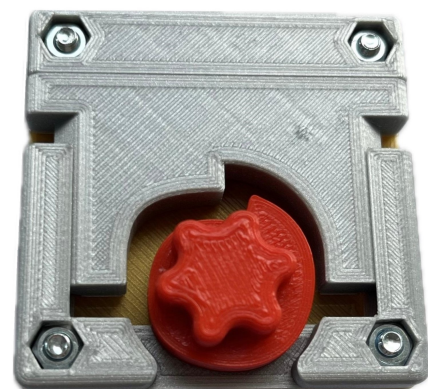

Abb. 12: Fertiger Gitterhalter
- (9) Setzen Sie den Drehknopf auf die Magnetkugel im zusammengesetzten Rahmen (Abbildung 12).